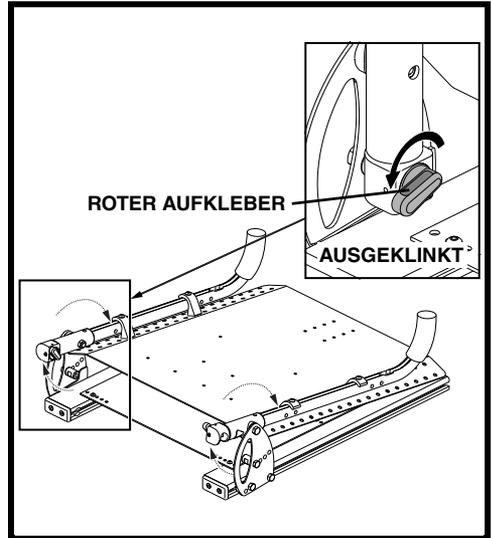

Abbildung 9. Kippbare Haltegriffstangen (ausgeklinkt)
1. Klappen Sie den Entriegelungshebel an beiden Haltegriffstangen zum hinteren Ende des Sitzes hin um, um die Haltegriffstangen auszuklinken. **Siehe Abbildung 9.**